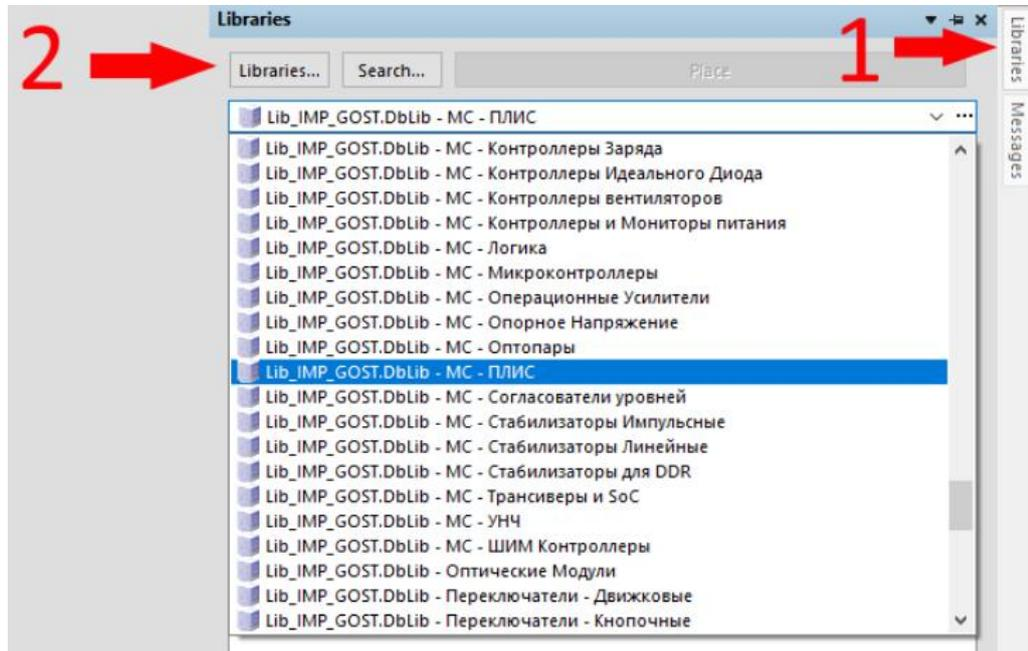

Рис. 5.23 - Открытие панели *Libraries*
Далее запускаем Altium Designer и открываем панель *Libraries* (1) (Рис. 5.23), и в этой панели нажимаем кнопку *Libraries* (2).
Выбираем расширение *.DbLib и выбираем файлы-ссылки БД в корне папки библиотеки (*Lib_GOST.DbLib*, *Lib_IMP_GOST.DbLib*). После применения настроек библиотеки готовы к работе и появятся в панели *Libraries* (1) - как на (Рис. 5.23).